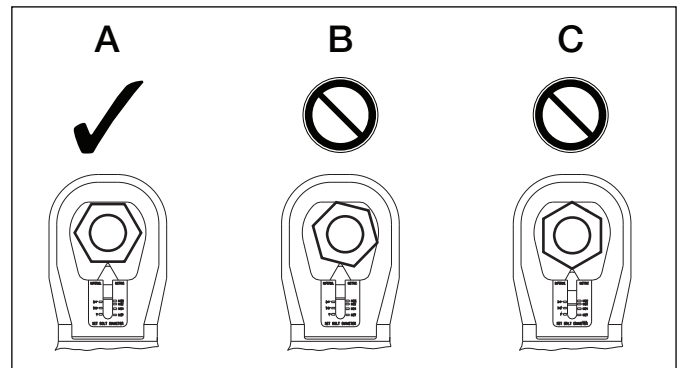

Figura 8. Colocación del cabezal de corte
6. Colocar el cabezal de corte sobre la tuerca, asegurándose de que la superficie plana de la cuchilla repose sobre una de las caras planas de la tuerca. Colocar la tuerca en posición central dentro del cabezal, de modo que la cuchilla corte en el centro de la cara plana de la tuerca. Véase Figura 8, vista "A".